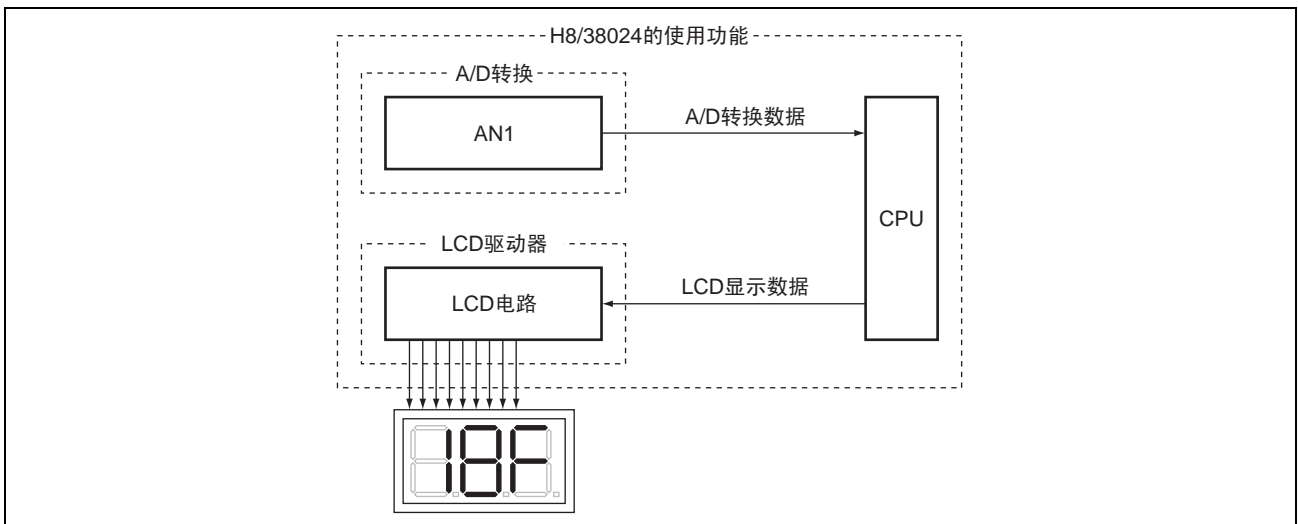

图 2 H8/38024 使用的功能
- (1) 说明在 A/D 转换和 LCD 显示中 H8/38024 使用的功能，本例子使用的功能框图如图 2 所示。